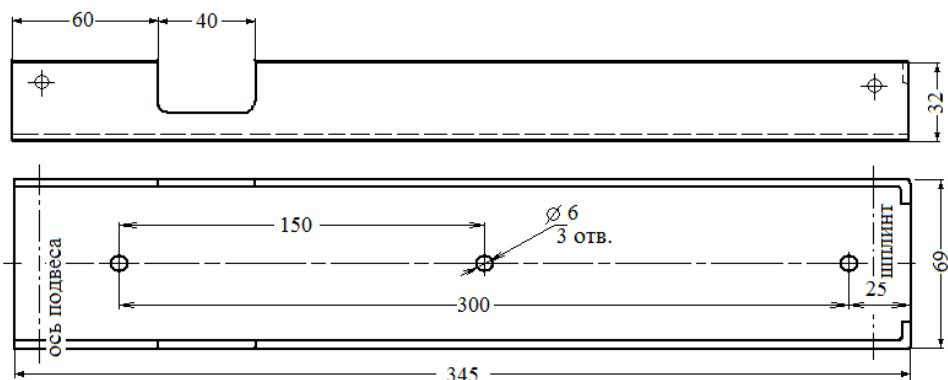

Рис. 3 – Крепёжная площадка МПП «Гарант-12КД».
- 6.3. Закрепить крепёжную площадку модуля в соответствии с определенными местами (по п. 6.2) и разметкой отверстий (см. рисунок 3).